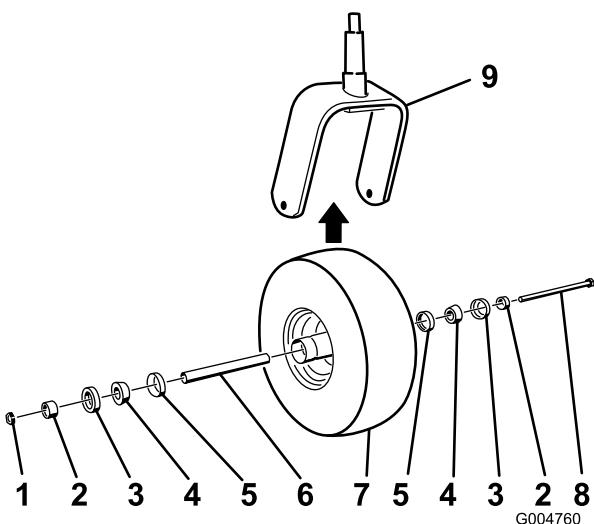

図 54
2. キャスター・ホイール・アセンブリをキャスター・フォークの間に保持しているボルトのロックナット（図 54）を外す。
5. コーン・ベアリングにグリスをパックし、キャスター・ホイールのハブにコーン・ベアリングとシールを押し込み、図 54 のように組み上げる。